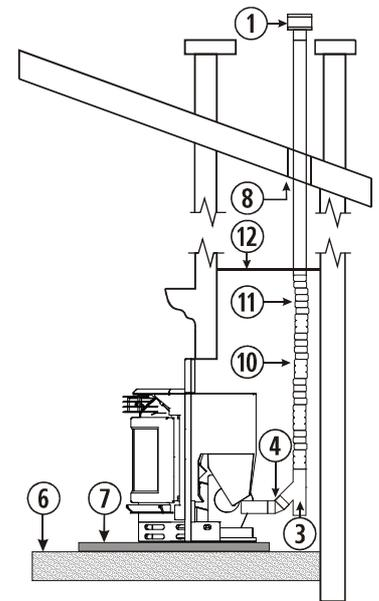

Figura 5
- 4.34. Instalar la estufa según la figura 5, teniendo especial cuidado en colocar una tapa metálica y tubo de acero inoxidable de salida de gases.
①	Sombrerete antiviento.
③	Te de 135° con registro.
④	Codo de 45°.
⑥	Suelo de madera.
⑦	Protector del suelo no combustible.
⑧	Separación de 80 milímetros.
⑩	Tubo de acero inoxidable flexible Ø80mm
⑪	Manguito adaptador de flexible a rígido.
⑫	Tapa metálica.